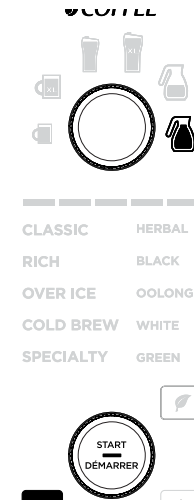

Fig. 22
- 3 Une fois que le réservoir d'eau est rempli du mélange de solution de nettoyage et d'eau, appuyez sur le bouton CLEAN (nettoyer)  (fig. 22).